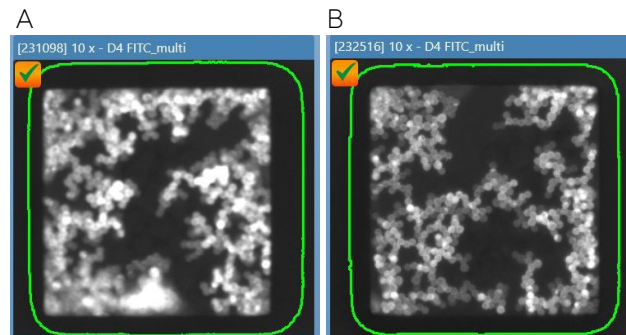

図2. 新しい高感度モード(A)では、標準のイメージング設定(B)と比較し、より強い蛍光シグナルを観察できている。
- このため、新たに2種類のイメージングモードを搭載し、解像度および感度の柔軟性を向上させました。これにより、低発現標的分子の可視化を強化するための最大16倍の感度向上オプションを実現しています(図2)。